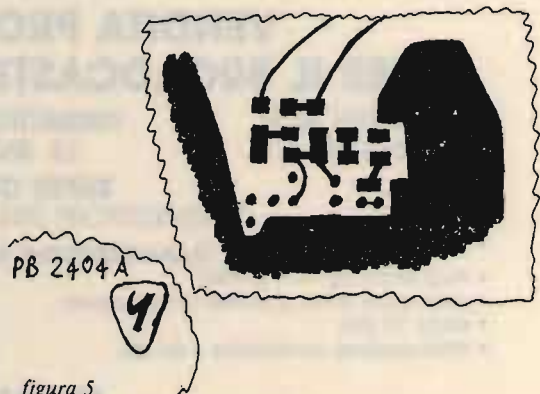

figura 5
L) Si contempla con attenzione (!) la figura 5; si vedrà una differenza tra i cavallotti esistenti fra le piazzole della vostra scheda e quelli disegnati in figura 5. Con calma, pinzette e attenzione si effettua la modifica, avendo cura che sbavature di stagno non vadano inavvertitamente a invadere o ponticellare piazzole non desiderate.
M) Alla fine dell'operazione controllare con molta attenzione che i ponticelli della piastrina corrispondano perfettamente con quelli mostrati in figura 5. Ciò fatto il più è compiuto e **non c'è bisogno di fare tarature.**